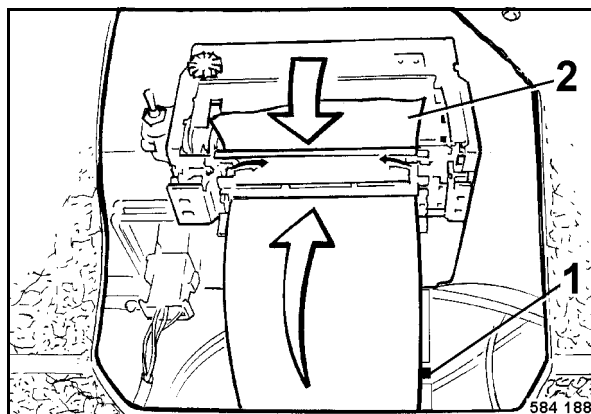

fig. 85
- Retirer le rouleau avec le papier restant (2) de l'arbre 1 (fig. 85).